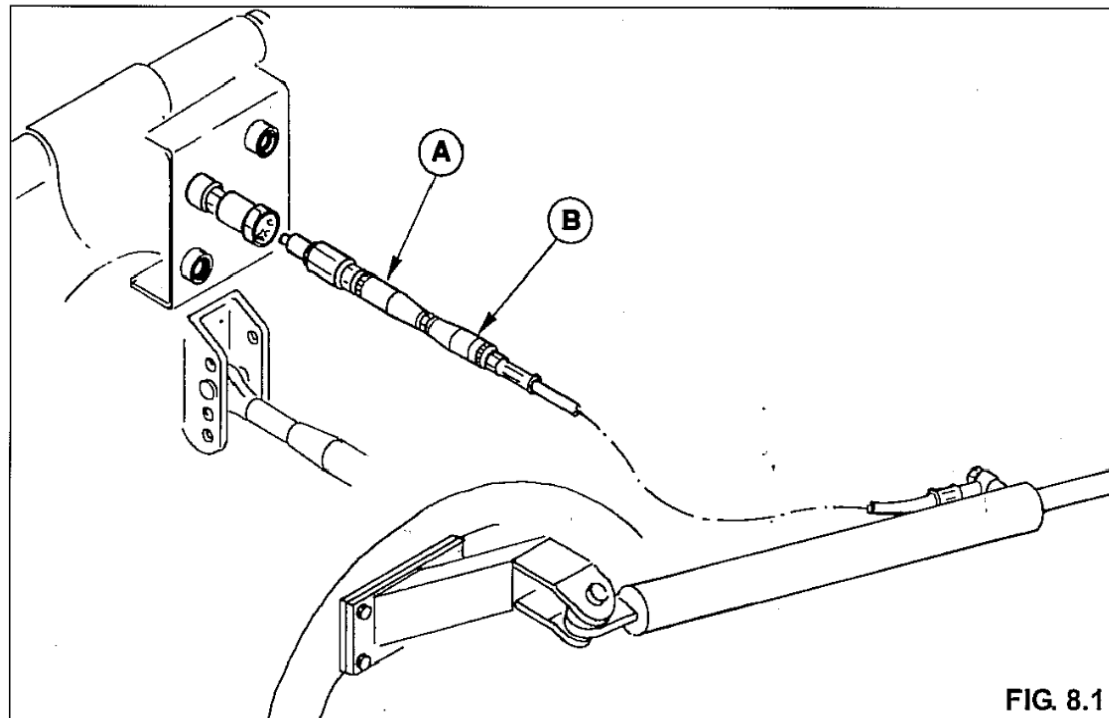

FIG. 8.1
Se la salita è troppo veloce, operando dal posto di guida del trattore, girare in senso orario la valvola (A) (Fig. 8.1), così facendo si ottiene una riduzione graduale del passaggio olio riducendo quindi anche la velocità di salita. Regolare fino ad ottenere un movimento lento di sollevamento.
Se la discesa della barra è troppo veloce, operando dal posto di guida del trattore, girare in senso anti-orario la valvola (B) (Fig. 8.1), così facendo si ottiene una riduzione graduale del passaggio olio riducendo quindi anche la velocità di discesa. Regolare fino ad ottenere un movimento lento di discesa della barra falciante.
Si la subida es demasiado rápida, operando desde los mandos del tractor hay que girar en sentido retrógrado la válvula (A) (Fig. 8.1), ello permitirá reducir el paso del lubricante, reduciendo también la velocidad de subida. Regular hasta obtener un movimiento de elevación lento.
Si el descenso de la barra es demasiado rápido, operando desde los mandos del tractor hay que girar en sentido directo la válvula (B) (Fig. 8.1), lo que permitirá reducir el paso del lubricante, reduciendo también la velocidad de descenso. Regular hasta obtener un movimiento de descenso lento de la barra de corte.
If blade raises up too fast, from tractor seat turn valve "A" in clockwise direction (Fig. 8.1).
If descend speed of blade is too fast, always from tractor seat turn valve "B" (Fig. 8.1) in anti clockwise direction. This will gradually reduce oil flow and consequently reduce descending speed. Adjust till you obtain a slow movement.
Si la montée est trop rapide, depuis le poste de conduite du tracteur, tourner dans le sens des aiguilles d'une montre la vanne (A) (Fig. 8.1), en procédant de la sorte, on obtient une réduction graduelle du passage huile et donc également de la vitesse de montée. Régler jusqu'à obtenir un mouvement lent de levage.
Si la descente de la barre est trop rapide, depuis le poste de conduite du tracteur, tourner dans le sens contraire aux aiguilles d'une montre la vanne (B) (Fig. 8.1), en agissant de la sorte, on obtient une réduction graduelle du passage huile et donc également de la vitesse de descente. Régler jusqu'à obtenir un mouvement lent de descente de la barre de coupe.